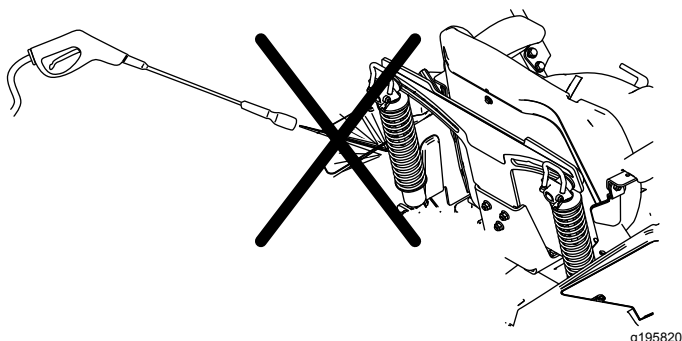

Figura 123
**Nota:** Non pulite i gruppi ammortizzatore con acqua sotto pressione (Figura 123).